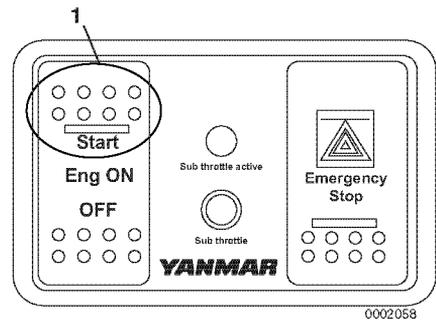

Abbildung 3
5. Schalter "Eng ON" (Abbildung 3, (1)) betätigen. Folgende Änderungen treten auf: